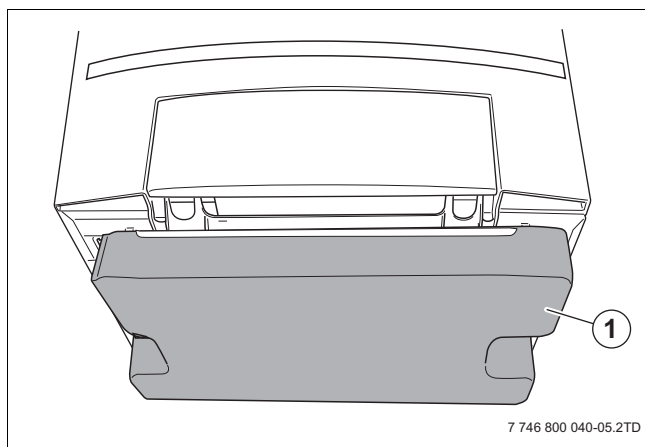

Fig. 13 Base di polistirolo nera
- ▶ Non rimuovere la base di polistirolo (nera) che protegge i manicotti di collegamento (→ fig. 13, [1]), fino al fissaggio al muro della caldaia a gas a condensazione. In questo modo la caldaia a gas a condensazione può essere collocata anche sul pavimento evitando così danni/sporcizia dei collegamenti.
- ▶ Rimuovere la base nera di polistirolo (→ fig. 13, [1]).